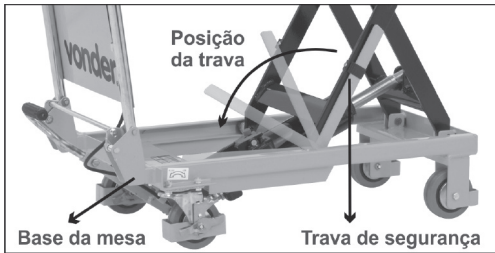

Fig. 2 – Travamento da mesa
- Elevar a mesa até a altura máxima, ver fig. 2.
- Abaixar as 2 travas de segurança até encostar na base, ver fig. 2.
- Abaixar o pistão até o travamento da mesa, ver fig. 2.